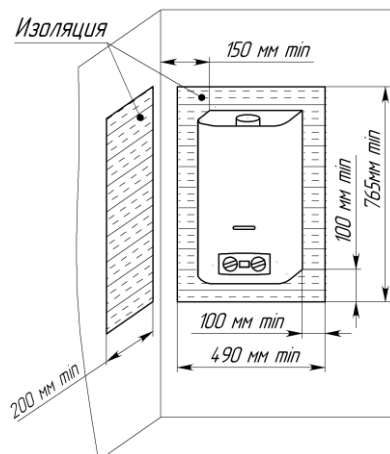

Рисунок 4. Установка аппарата на трудносгораемых стенах
7.1.6. Допускается установка аппарата на трудносгораемых стенах при условии изоляции стены оцинкованным листом толщиной $0,8\text{...}1\text{ мм}$ по листу базальтового теплоизоляционного картона БТК толщиной $3\text{...}5\text{ мм}$. Изоляция стены должна выступать за габариты корпуса аппарата не менее чем на 100 мм с каждой стороны (рис. 4).